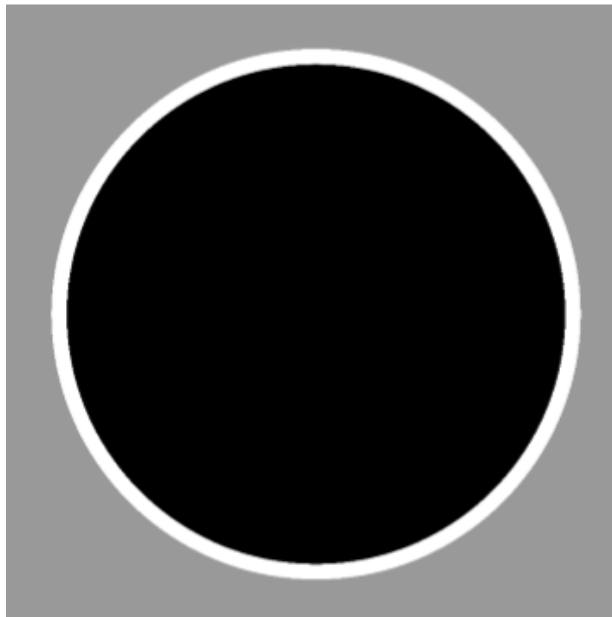

Ilustración 2 Dohyo de competencia para sumo
1. El área de competencia es un Dohyo (forma circular) de material de formaica y guarda relación estrecha en cuanto a forma y tamaño a la mostrada en la ilustración 2 de este documento.